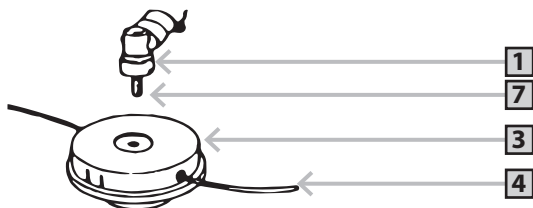

Рисунок 4.4. Установка лески
- 2 Зафиксируйте вал от проворачивания с помощью ключа (11), закрутите кассету с леской (3) (см. рис. 4.4.)против часовой стрелки до упора.